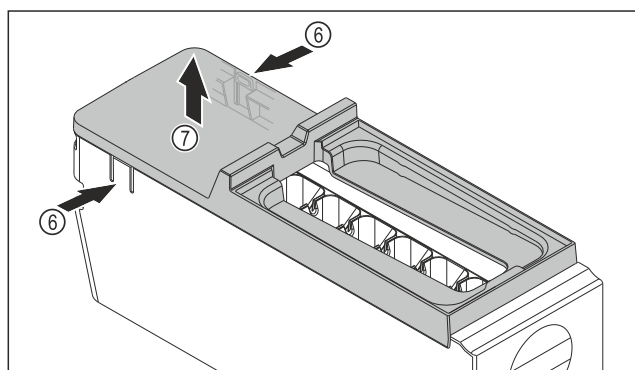

Fig. 83
- Afdekking van de EasyTwist-Ice-corpus wegnemen: Strips Fig. 83 (6) aan beide zijden van de EasyTwist-Ice-corpus met een hand indrukken.
- Afdekking Fig. 83 (7) met de andere hand van bovenaf wegnemen.